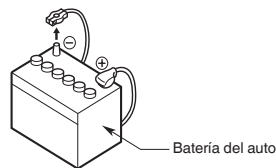

Figura 1
3. Asegúrese de desconectar la terminal “-” de la batería antes de comenzar. Esto es para evitar cortos circuitos durante la instalación. (Figura 1)